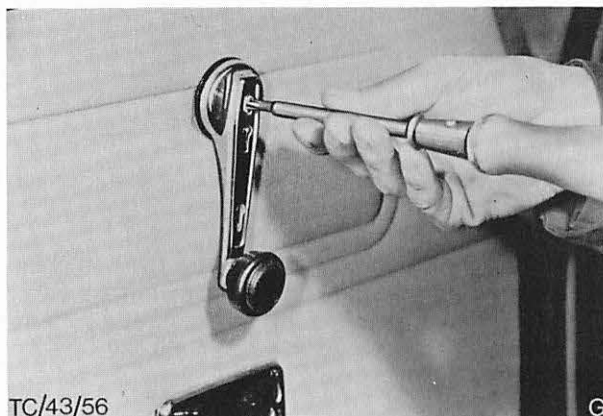

Abb. 37 Befestigungsschraube der Fensterkurbel herausdrehen.
2. Fensterkurbel abbauen, Abb. 37.